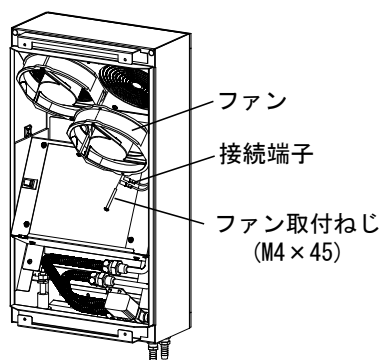

図8
②ファン取付ねじ（M4×45）を取外してください。（図8）
③ファンを本体より引き出し、ファンに取付けられている接続端子を外してください。（図8）
④交換用のファンに接続端子を接続し、逆の手順にて本体に取付けてください。